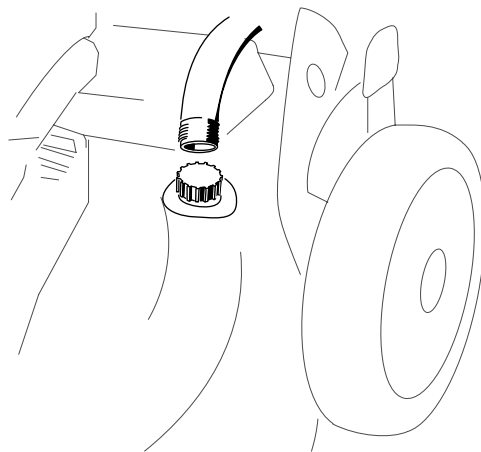

Figura 38
3. Introduzca una manguera de jardín conectada a un grifo en el orificio de lavado de la carcasa del cortacésped (Figura 38).